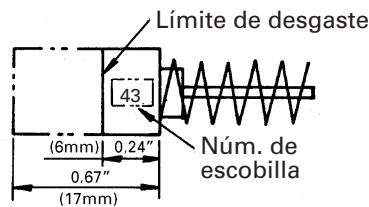

Fig. 17
## 2. Inspección de la escobillas (Fig. 17)
**NOTA:** Utilice las escobillas metabo HPT Núm. 43 indicadas en la Fig. 17.